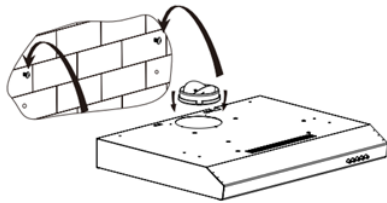

Abbildung 3
2. Drehen Sie 2 Schrauben (ST4 * 30 mm) in die Dübel hinein. Lassen Sie zum Einhängen der Dunstabzugshaube einen Abstand von 2-3 mm zwischen den Schrauben und der Wand. Siehe Abbildung 3.